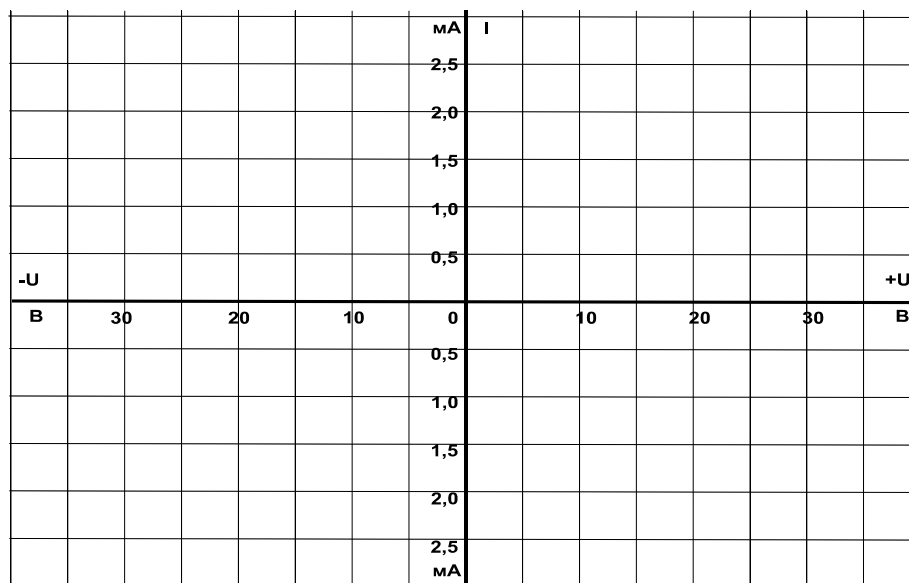

Рис. 6.1.3
- На графике (рис. 6.1.3) постройте кривую зависимости тока от напряжения.